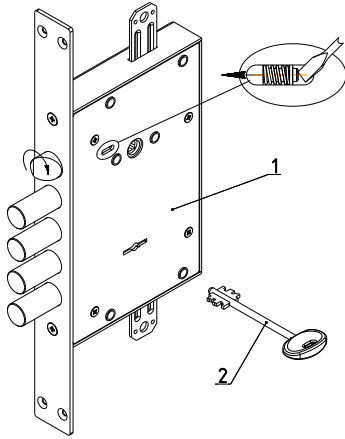

Рис.1
Комплектность замка приведена в таблице и показана на рис. 1.
- 4.1. Внешний вид и установочные размеры замка показаны на рис.1, 2.
5.2. Установить при необходимости защелку в соответствующее положение для правой или левой двери путем ее выдвигания из корпуса отверткой через паз в крышке замка и разворота на 180° вокруг своей оси (см. рис. 1).